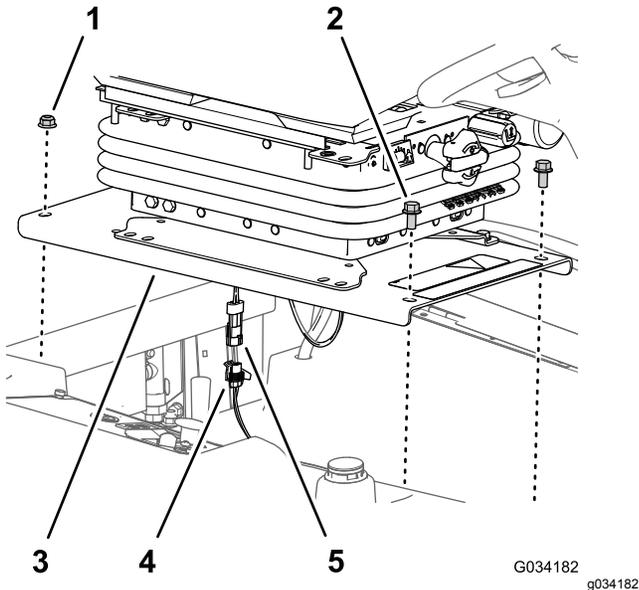

Figure 33
1. Retirez les 2 boulons à embase ( $\frac{3}{8}$ " x  $\frac{3}{4}$ ") qui fixent l'avant du socle au châssis de la machine (Figure 33).
2. Retirez les 2 contre-écrous à embase ( $\frac{3}{8}$ " ) qui fixent l'arrière du socle au châssis de la machine (Figure 33)..
4. Débranchez le connecteur à 2 broches sur faisceau de la commande de présence de l'utilisateur du connecteur à 2 douilles sur le faisceau de câblage de la machine (Figure 33).
l'utilisateur au connecteur à 2 douilles sur le faisceau de câblage de la machine ; voir Figure 33.
3. Placez les trous arrière du socle du siège (Figure 33) devant les 2 boulons de carrosserie ( $\frac{3}{8}$ " x 1") du profilé de radiateur.
4. Fixez le socle du siège (Figure 33) sur les boulons de carrosserie à l'aide des 2 contre-écrous à embase ( $\frac{3}{8}$ " ) que vous avez retirés à l'opération 2 de Dépose du siège et de son socle (page 44).
5. Placez les trous avant du socle du siège (Figure 33) devant les filetages des tiges du réservoir.
6. Fixez le socle du siège (Figure 33) sur les tiges du réservoir à l'aide des 2 boulons à embase ( $\frac{3}{8}$ " x  $\frac{3}{4}$ " ) que vous avez retirés à l'opération 1 de Dépose du siège et de son socle (page 44).